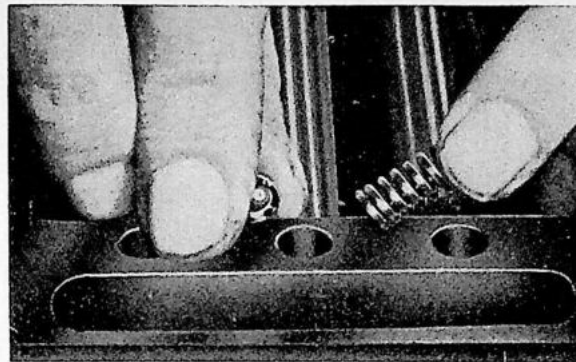

Fig. 4-43. Montage van schakelkogels en veren
9. Breng de schakelkogels en veren op hun plaats; zie Fig. 4-43. Monteer het versnellingsdeksel. Controleer of alle versnellingen goed in- en uit-schakelen.